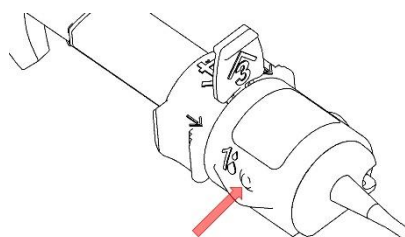

Fig. 1
3. Introduceți integral vârful canulei (23G) al seringii cu vâscoelastic în orificiul indicat '1' (Fig. 1) menținând o presiune minimă pe vârful canulei. Injectați soluție vâscoelastică dispersivă (preferabil HPMC) prin orificiu. Cantitatea de vâscoelastic injectată este suficientă atunci când cele două fluxuri (picături) se unesc în partea superioară a lentilei (devin confluențe).